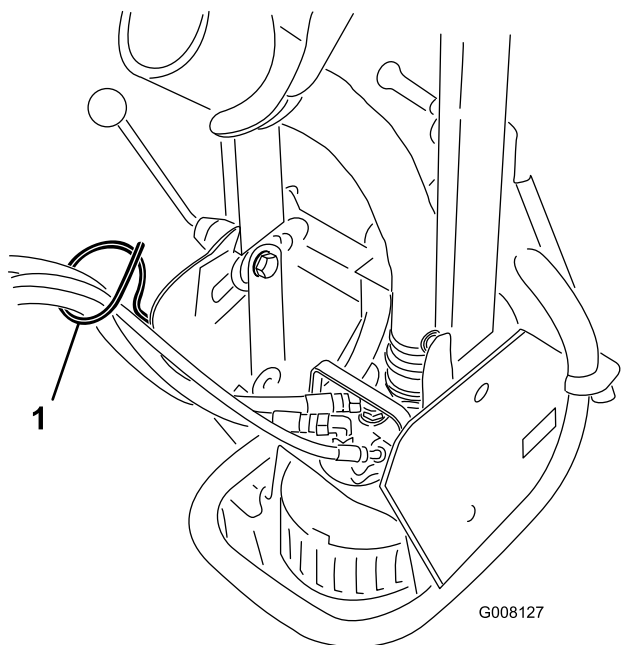

Figure 4
6. Bouchez les flexibles hydrauliques du circuit hydraulique à distance du Sand Pro. Placez les flexibles dans le guide-flexible (Figure 4). Veillez à ne pas plier ni tordre les flexibles hydrauliques.